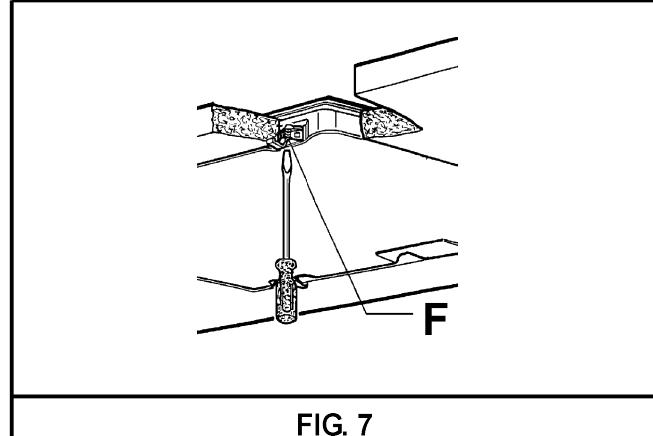

FIG. 7
- bloquear o aparelho apertando os parafusos "F" de fixação dos ganchos (ver fig. 7).